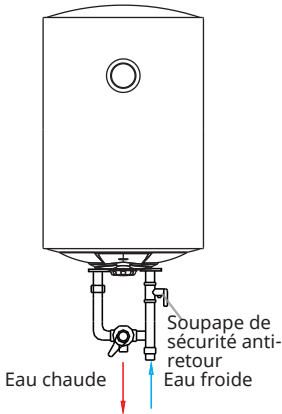

Figure 5
**Attention :** La vanne multifonction fournie avec le chauffe-eau doit être installée sur l'entrée d'eau froide du chauffe-eau (voir fig. 5).